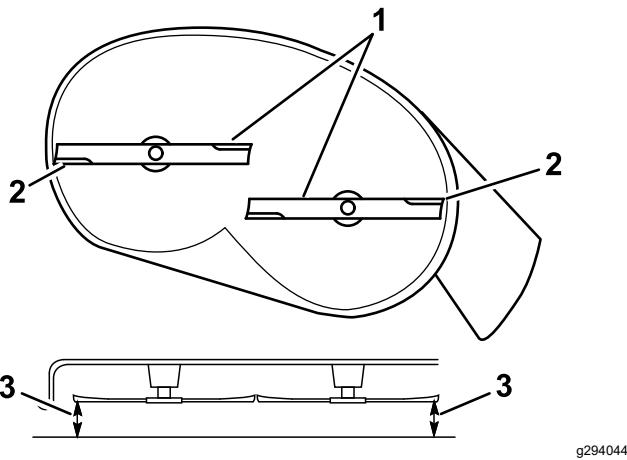

Figure 64
- Mesurez la distance entre les tranchants extérieurs et la surface plane (Figure 64 et Figure 65).